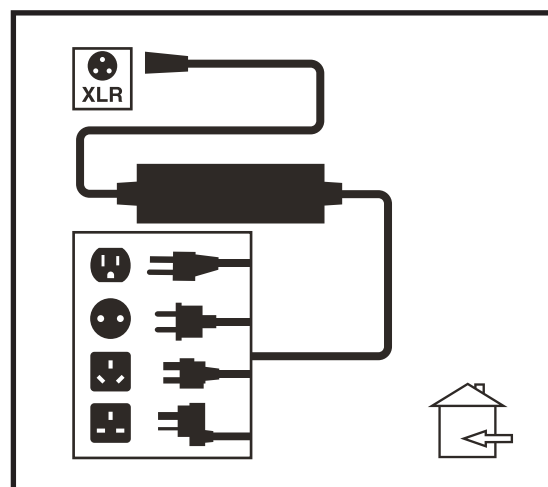

Figure 15. Recharge des batteries
3. Branchez le connecteur à 3-fiches du câble du chargeur externe dans le réceptacle de programmation/chargeur sur le contrôleur. **Voir la figure 15.**